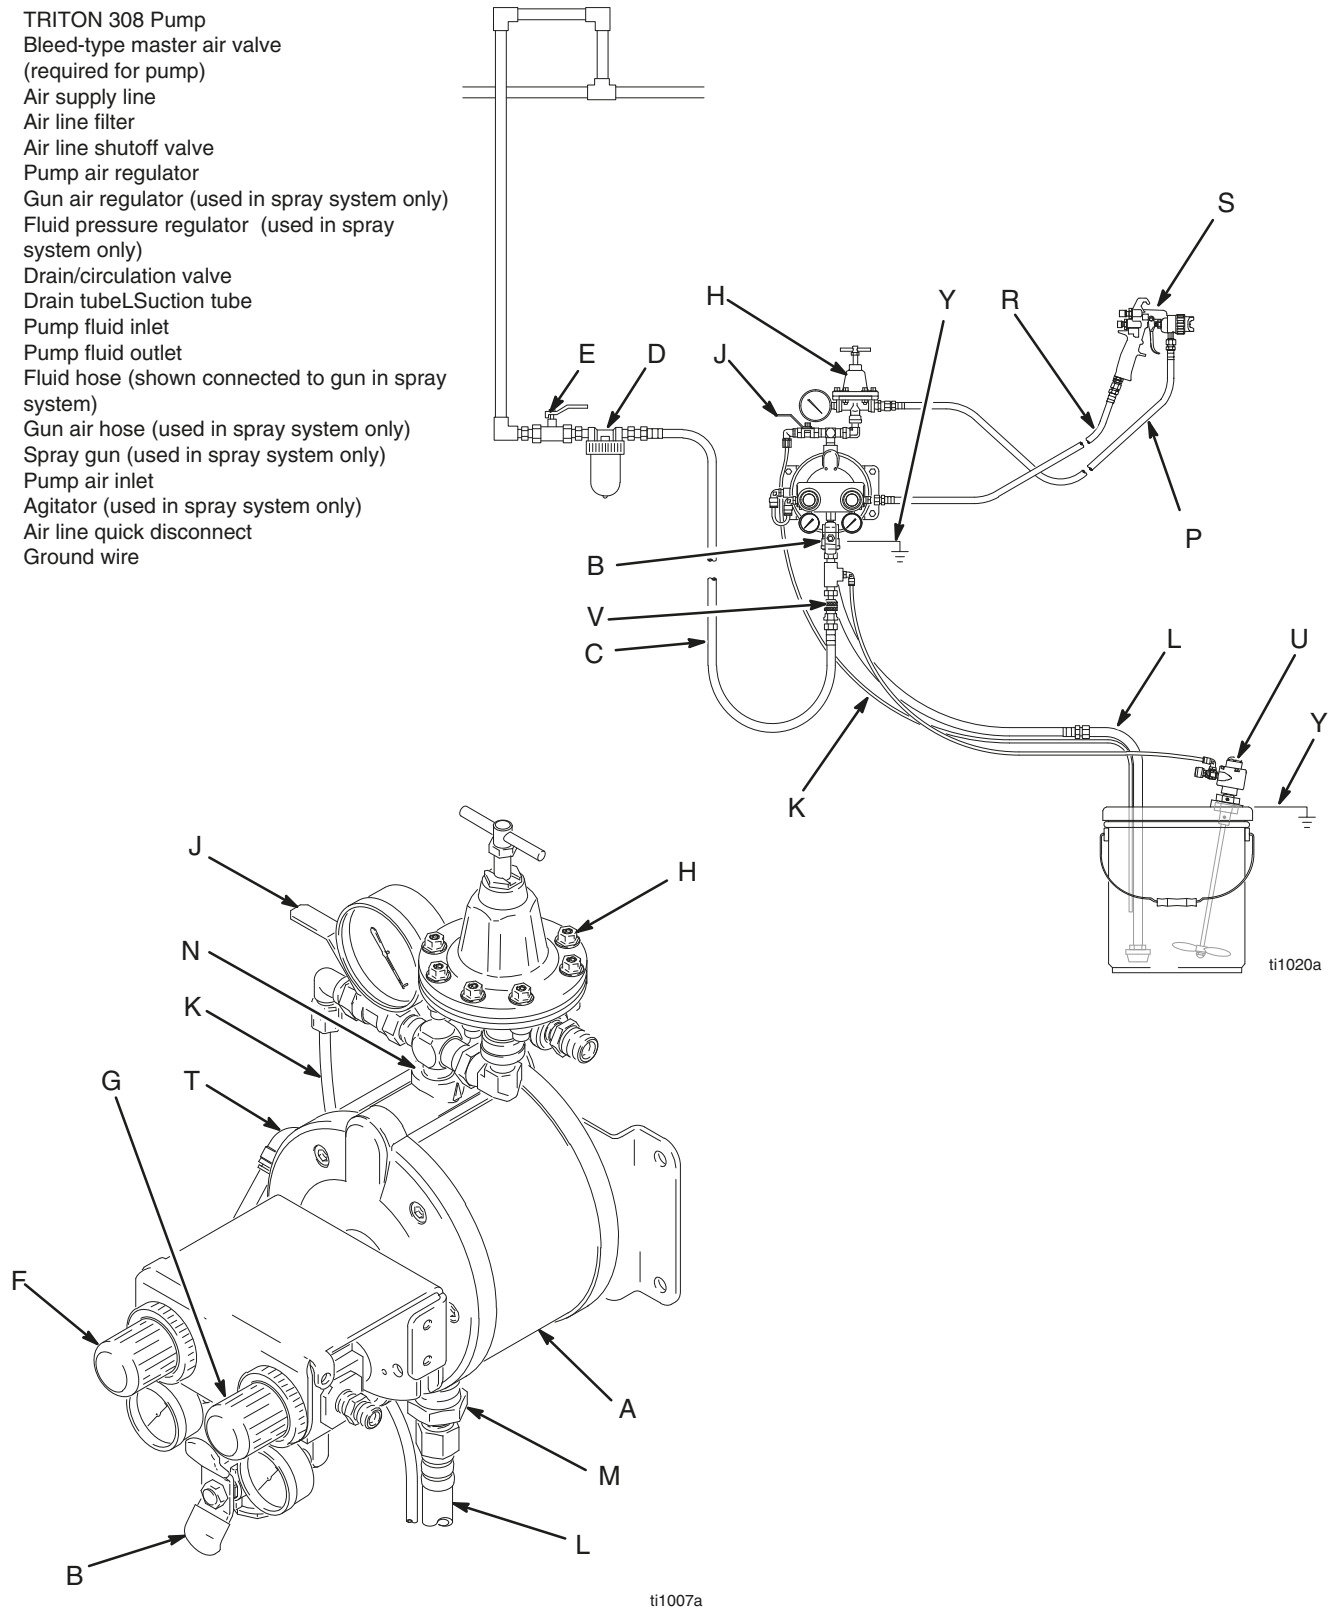

图 2
- 图 2 展示了壁式安装 HVLP 喷涂应用。它仅是选择和安装系统组件的指南。若需设计一套适合具体要求的系统，请与 Graco 公司的经销商联系帮助。
系统应配备一个放气型主空气阀 (B)，以释放该阀与泵之间的残留空气。见图 2。残留空气会导致泵意外运行，并因而引发严重的损害，如飞溅到眼睛里或皮肤上、称动部件造成的伤害或有害液体造成的污染。
1. 按图 2 所示安装空气管路附件，安装在墙上或支架上。确保供气管路附件具导电性。
- a. 有两种方法可控制流体压力，一种是通过空气调节器 (F) 控制进入泵的空气，另一种是通过流体调节器 (H) 控制流体流出泵。
- b. 将放气型主空气阀 (B) 安装在靠近泵的位置以释放残留空气。参见左侧警告。将另一个主空气阀 (E) 安装在所有空气管路附件的上游，以便清洗和维修时将其隔离。
- c. 安装一个空气管路过滤器 (D) 以清除压缩供气带来的有害污染物，如污物、湿气和油污。
3. 在附件和泵的空气入口 (T) 处安装一个导电且可活动的空气软管 (C)。使用最小内径为 1/4 英寸 (6.3 毫米) 的空气软管。在空气软管一端拧上一个空气管路快速接头 (V)，并将配对接头紧紧地插入泵空气入口。目前不要将快速接头连接到配对接头上。
需要一个流体疏水阀 (J) 以释放软管堵塞时的压力。见图 2。疏水阀能降低严重损害的风险，其中包括泄压时溅到眼睛里或皮肤上，或者有害液体造成的污染。将该阀安装在靠近泵流体出口的位置。用软管 (K) 连接阀和桶，就可将阀用作环流阀。